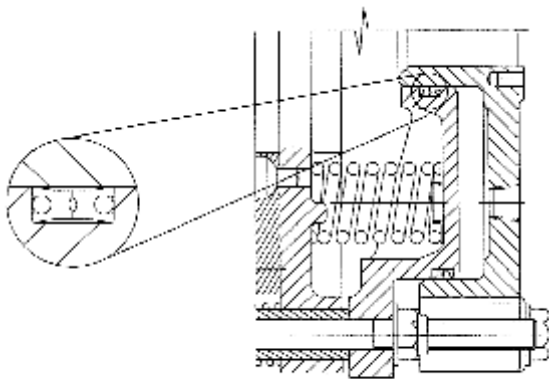

Рисунок 7
4.4.4 Осторожно вставьте новые уплотнения в пазы, сохраняя ориентацию, показанную на рис. 7.